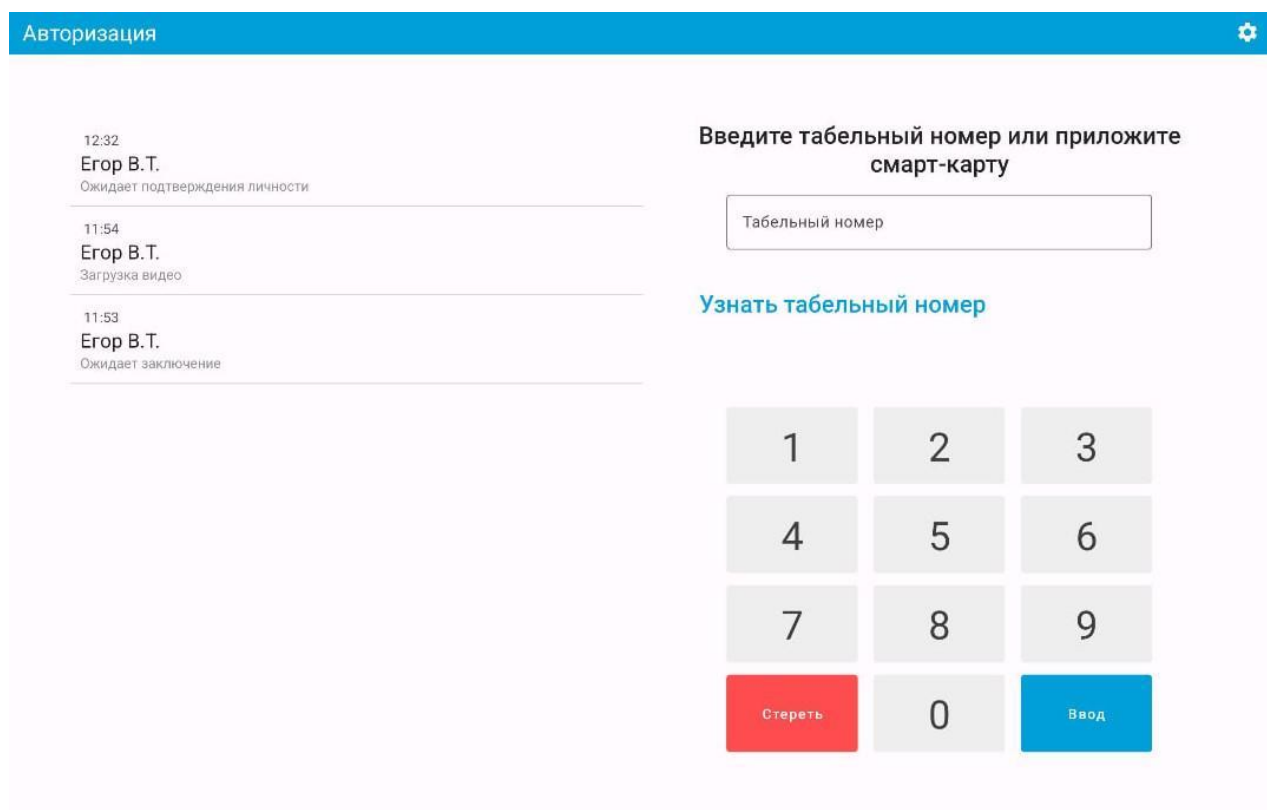

Рис.13 Получение табельного номера
1. Открыть приложение «Тетрон: Медицинский осмотр» и нажать на надпись «Узнать табельный номер» (рис.13)